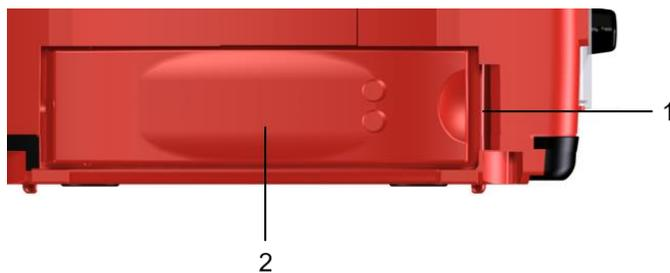

Fig. 10
- Pulse el desbloqueo, fig. 10 (1) hacia la derecha hasta que el módulo de energía (2) esté desbloqueado y se salga ligeramente de la ranura.
- Incline el módulo de energía (2) hacia delante y extráigalo.